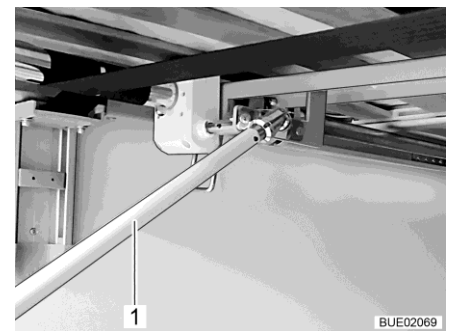

Fig. 151 Manovella nel garage di coda
- Per sollevare il letto: ruotare la manovella (Fig. 151,1) in senso orario. Per abbassare il letto: ruotare la manovella (Fig. 151,1) in senso antiorario.